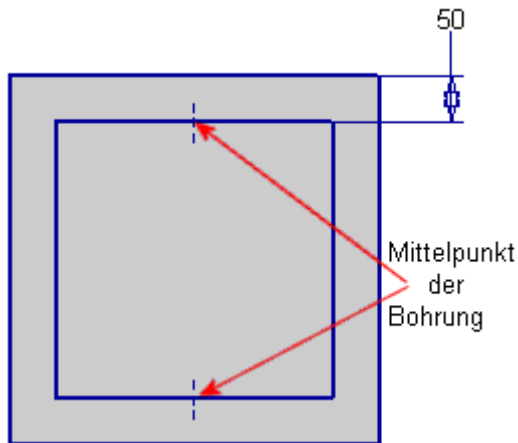

Bild 23: Skizze für Stanzwerkzeug
4. Starten Sie aus der Befehlsleiste Skizze den Befehl *Versatz* . Klicken Sie auf die äußere Kante der Fläche und ziehen Sie den Versatz nach Innen. Fügen Sie eine Bemaßung zwischen die beiden Umrundungen von 50 mm an (Bild 23).
5. Starten Sie aus der Befehlsleiste Skizze den Befehl *Punkt, Mittelpunkt der Bohrung* und platzieren Sie jeweils einen Mittelpunkt auf die Mittelpunkte der horizontalen Linien (Bild 23).